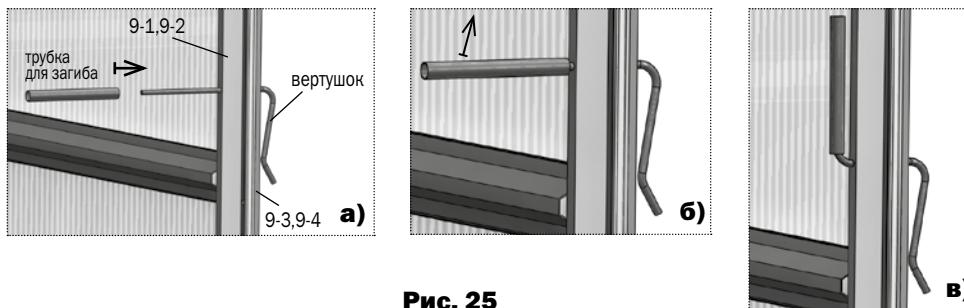

Рис. 25
10. Проволочный вертужок для запирания дверей и форточек вставляется в отверстия стоек дверного проема прямым концом с наружной стороны до упора. С помощью трубы выполняется загиб внутреннего прямолинейного конца рукой вверх (**рис. 25**). Такая конструкция вертужка позволяет упруго прижимать двери и форточки торцов в закрытом состоянии, находясь как снаружи так и внутри теплицы.